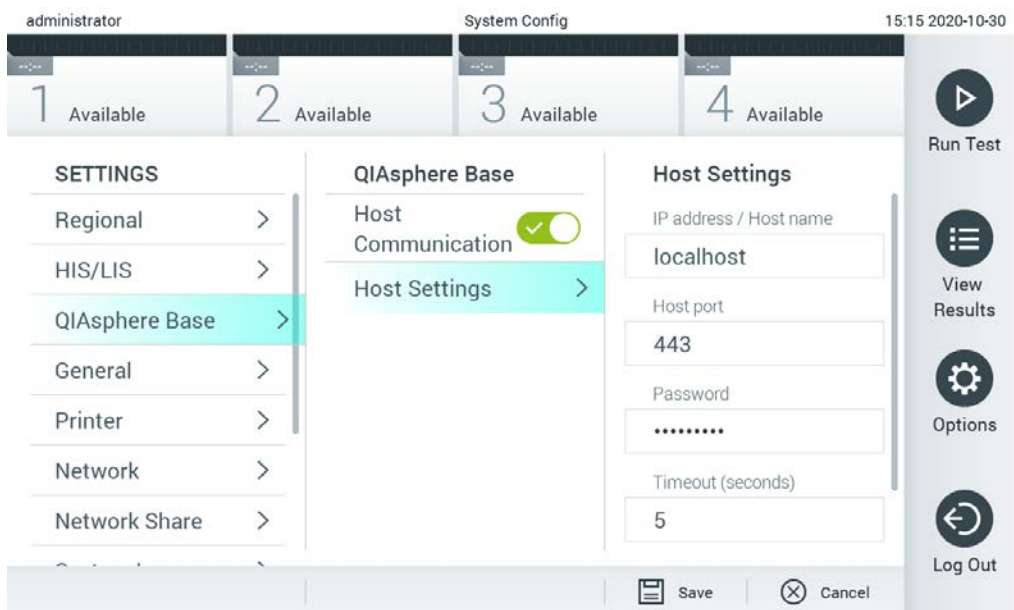

Abbildung 66. Konfigurieren der Verbindung mit der QIASphere Base
2. Wählen Sie aus der Liste in der linken Spalte QIASphere Base aus (Abbildung 66).